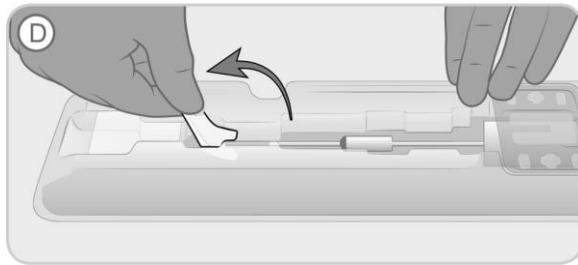

Abbildung 5. Hochklappen des Trichterhebels zur Freigabe des Geräts aus der Schale.
- D. Den Trichterhebel von der horizontalen Position in die vertikale Position hochklappen, um das Abgabegerät aus dem Ladetrichter (auf der Schale mit „D“ bezeichnet) freizugeben (siehe Abbildung 5).